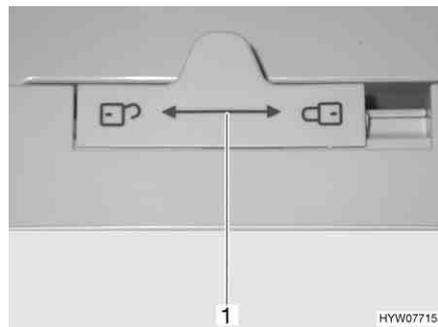

Fig. 211 Dispositif de verrouillage de la porte du réfrigérateur (Dometic Série 7)
- Pousser le dispositif de verrouillage (Fig. 211,1) vers la gauche .
- Pousser le dispositif de verrouillage (Fig. 211,1) complètement vers la droite "🔒".